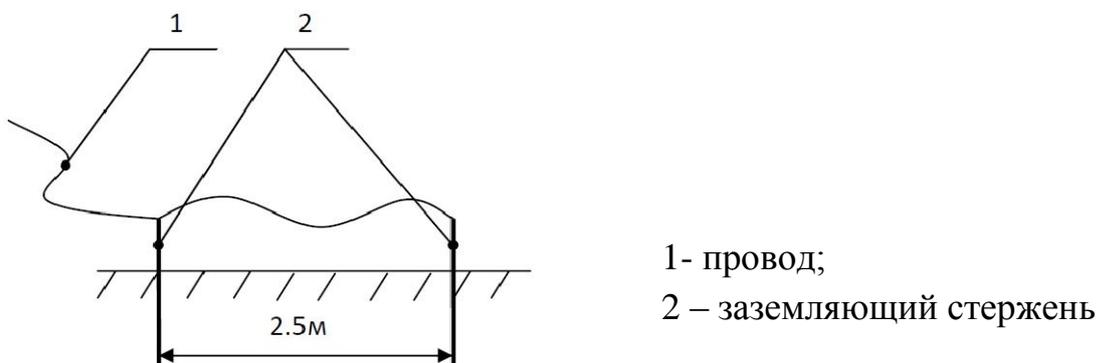

Рисунок 5 – Устройство заземления
4.3.4 Вбейте стержень заземления до угловых элементов в землю и затем установите устройство вертикально (см. рисунок 5).